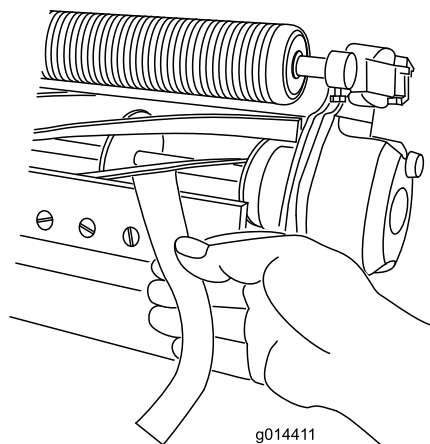

図 10
11. 切れ味確認用のペーパーを一枚、リールと下刃との間に直角に差し入れて、カッティングユニットの切れ味をテストする 図 10。ゆっくりとリールを回転させて紙が切れれば合格である。